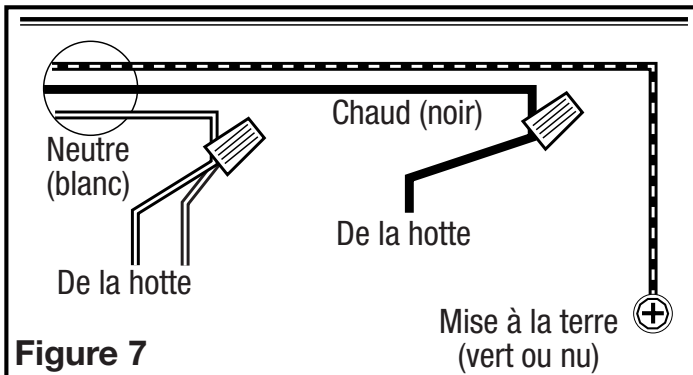

Figure 7
1. Connectez les deux câbles blancs lâches de la hotte au câble blanc de l'alimentation, et le câble noir lâche de la hotte au câble noir de l'alimentation. Branchez le fil de mise à la terre (vert ou dénudé) du bloc d'alimentation à la vis de mise à la terre verte de la hotte. Suivez les méthodes homologuées pour effectuer toutes les connexions (Figure 7).